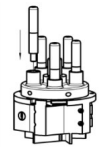

Abb. 16: Kontaktstift einsetzen
2. Neuen Kontaktstift einsetzen (Abb.16).